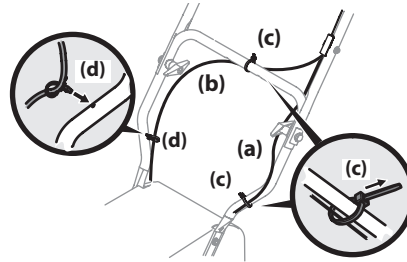

Figura 2-10
NOTA: El recorrido del cable de la barra (a) pasa por debajo de la barra de control inferior izquierda y el cable de transmisión (b) pasa a través de la parte superior de la barra de control inferior y por debajo del lado derecho de la misma. Consulte la Figura 2-10.
6. Se utilizaron dos precintos (c) para sujetar los cables de control a la barra de control inferior sin ajustarlos, incluido el precinto (c) que se reubicó en el paso 3. También se incluye un sujetador de empuje (d) en el cable de transmisión inferior (b). Ubique ahora los precintos (c), como en la Figura 2-10, y ajuste para sujetar los cables (a y b) a la barra de control inferior. Recorte el material excedente de los precintos (c). Si aún no se colocó, empuje el sujetador (d) del cable de transmisión (b) dentro del orificio en la barra de control suministrada como se indica en el recuadro izquierdo.